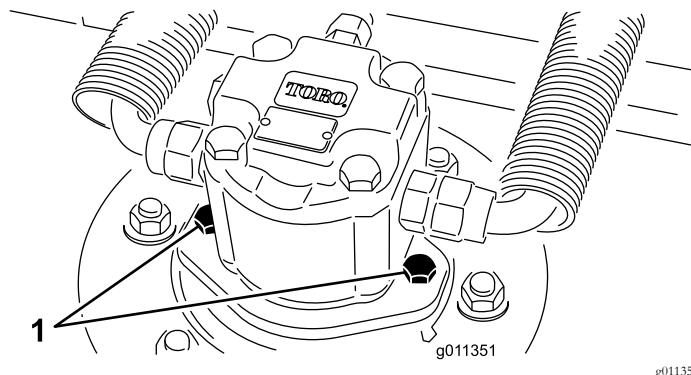

図 69
1. デッキから油圧モータを外す 図 69。異物がつかないように、スピンドル上部にはカバーを掛けておく。
3. デッキに油圧モータを取り付ける 図 69。Oリングを忘れずに、また、損傷させないように注意して取り付ける。